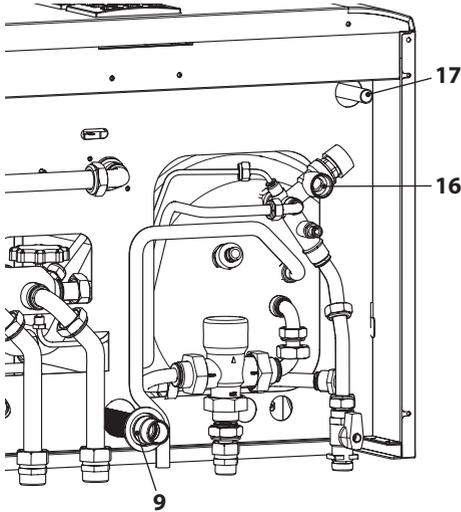

Figura 5.4
- Collegare lo scarico delle valvole di sicurezza 16 e 17 in Figura 5.4 ad un imbutto di scarico.
- Inserire il tubo flessibile di scarico condensa 9 in Figura 5.4 all'interno del condotto di scarico condensa domestico o nell'imbutto di scarico della valvola di sicurezza, qualora lo scarico sia idoneo a ricevere condensa acida.